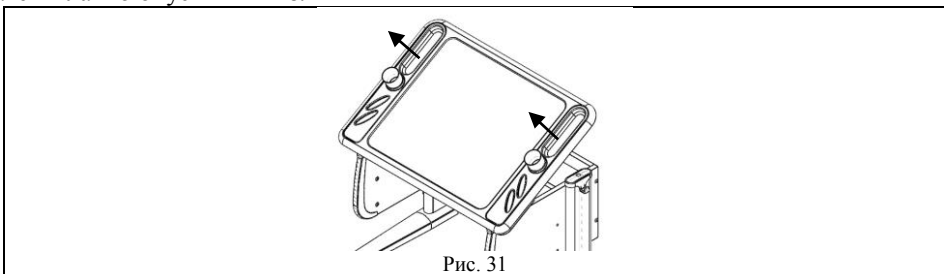

Рис. 31
6.5.1. Приподнять столешницу (держась за дальний левый или правый угол столешницы) на нужный угол наклона. (см. рис. 31)